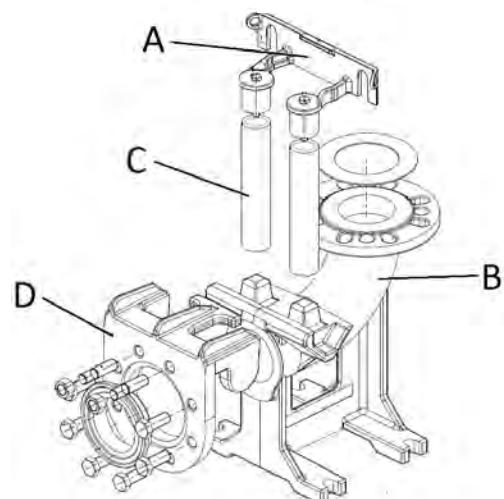

Fig. 5
- Fäst förankringsbygeln för styrrören (fig. 5 - pos. A) i tankens kant.
- Placera stödfoten för automatisk förankring (fig. 5 - pos. B) på brunnen botten. Använd ett lod för att kontrollera att de koniska utstickarna för anslutning av styrrören är helt lodräta i förhållande till motsvarande utstick på förankringsbygeln på tankens kant. Kontrollera även planheten med hjälp av ett vattenpass.
- Märk ut läget för hålen på stödfoten. Fastställ därefter styrrörens (fig. 5 - pos. C) exakta längd.
- Montera specialflänsen (fig. 5 - pos. D) med slid och skena på pumpens utloppsrör. Haka fast vajern eller kedjan vid handtaget eller hålet upptill på pumphuset.